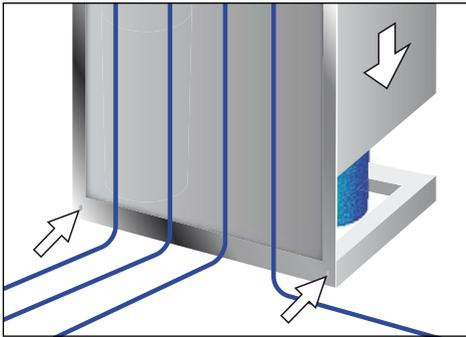

Abb. 10
1. Seitliche und hintere Abdeckung (U-Profil) vorsichtig wieder aufschieben und festschrauben (Abb. 10). Dabei darauf achten, dass keine Leitungen oder Schläuche eingeklemmt, geknickt oder beschädigt werden.